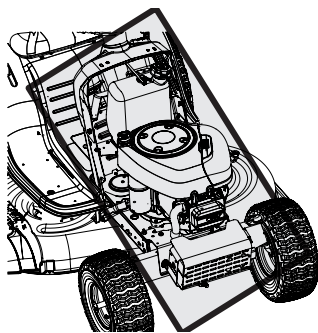

Figure 19
- Nettoyez sous le capot, autour du collecteur d'échappement et des fusibles, le câblage électrique et les faisceaux, le tuyau et le pare-chaleur du silencieux, les grilles d'entrée d'air du moteur et les ailettes de refroidissement, entre autres. Voir Figure 19.